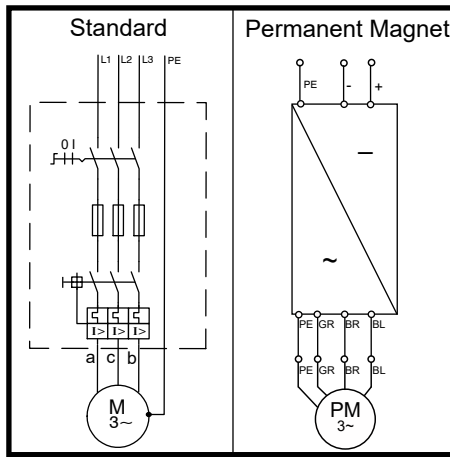

Fig.: 14
1. Conexão trifásica, ver (Fig. 14). Ligar o motor de tal forma que o sentido de rotação seja o mesmo do agregado. A conexão mostra a comutação normal com a rotação a direita e uma outra no sentido anti-horário.